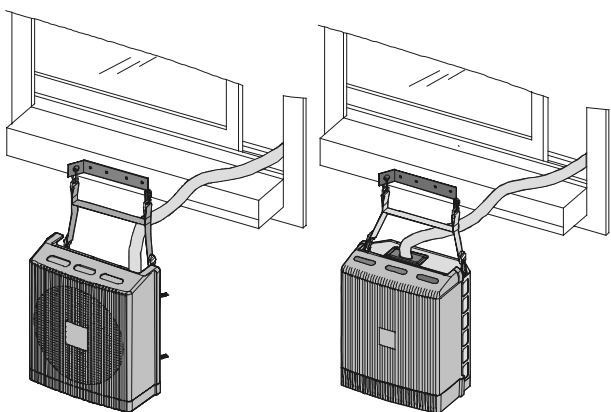
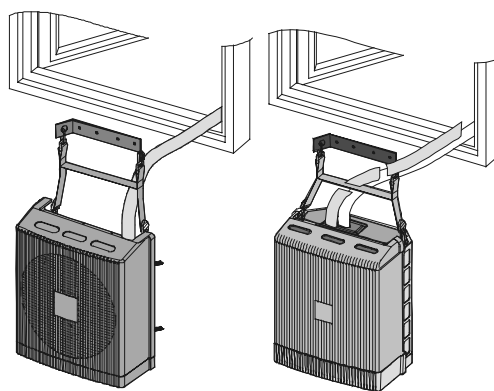
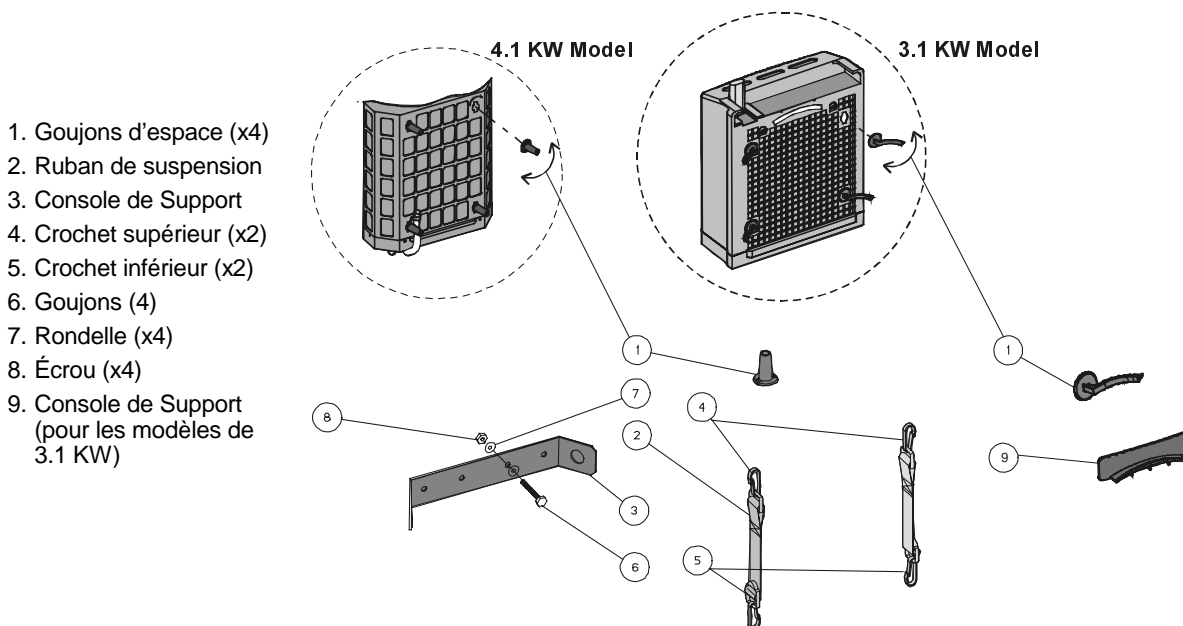

Figure 6. Montage de l'unité extérieure sur le rebord d'une fenêtre
Figure 7. Montage de l'unité extérieure sur un mur
Figure 8. Kit de montage de l'unité extérieure
INSTALLATION DE L'UNITÉ EXTERIEURE (Voir fig. 6, 7, 8)
Un kit standard (voir Fig. 8), fourni avec le climatiseur permet de monter l'unité extérieure soit sur le rebord d'une fenêtre (Fig. 6) soit sur le mur (Fig. 7); réfères s.v.p. à la Figure 7 pour les directives de montage suivantes.
4. Passe l'unité extérieure par la fenêtre et attaché les deux crochets supérieurs (4) sur les cotés de la console de support (3).
6. Pour le montage sur le mur se reporter à la Fig. 7. Placer la console de support (3) contre le mur, percer quatre trous et monter la console solidement à l'aide des quatre vis. Vérifiez que la console soit en position horizontale.